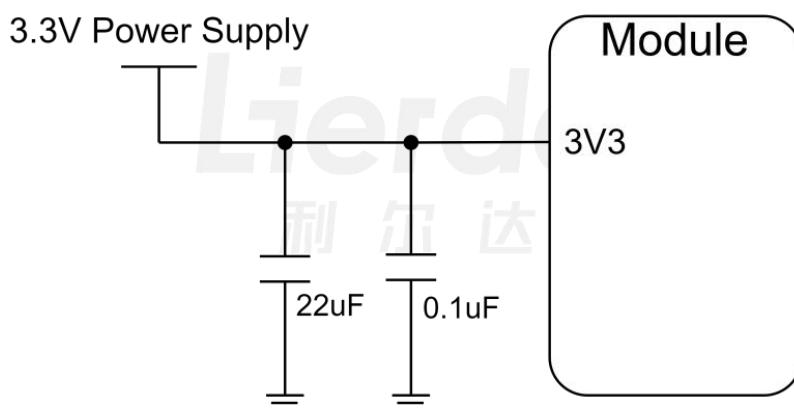

图 3.1 模组电源参考电路
- 当模组工作在 TX 模式时，瞬间电流变大，所以要求电源的供电能力在 500mA 以上，并且在模组电源走线上靠近引脚处放置一颗 22μF 电容和 0.1μF 电容，如图 3.1 所示；